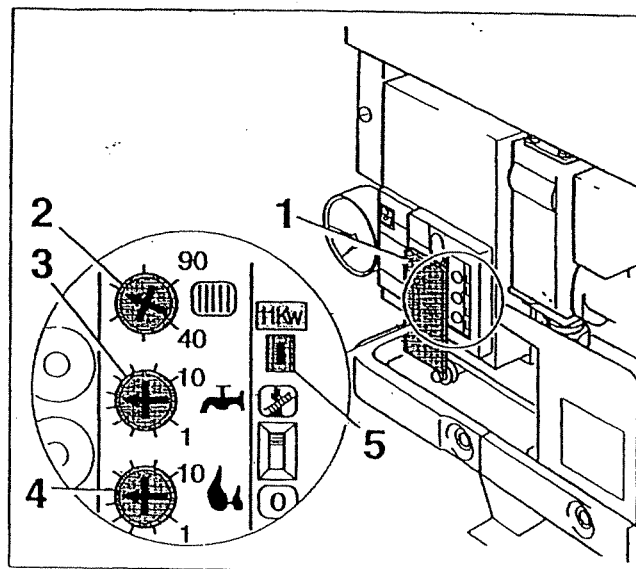

Fig. 28 2° livello di comando
- ◆ Togliere il coperchio del 2° livello di servizio (Fig. 28, punto 1).
- ◆ Impostare il regolatore (Fig. 28, punto 2) sulla temperatura di mandata desiderata, a seconda di come è stato progettato l'impianto. Taratura di fabbrica = 75°C.
- ◆ Impostare la temperatura di mantenimento dell'acqua sanitaria con l'apposito regolatore (Fig. 28, punto 3).
- ◆ Regolare la potenza calorifica in base alle proprie esigenze (Tab. 2) con l'apposito regolatore (Fig. 28, punto 4). Calcolo del fabbisogno di calore come da DIN 4701.
Se si utilizza un raccordo da parete esterna per lo scarico dei gas, la potenza calorifica deve essere limitata a 11 kW. Il regolatore (Fig. 28, punto 4) viene di conseguenza disattivato.
- ◆ Togliere il jumper (Fig. 28, punto 5) e metterlo in magazzino.